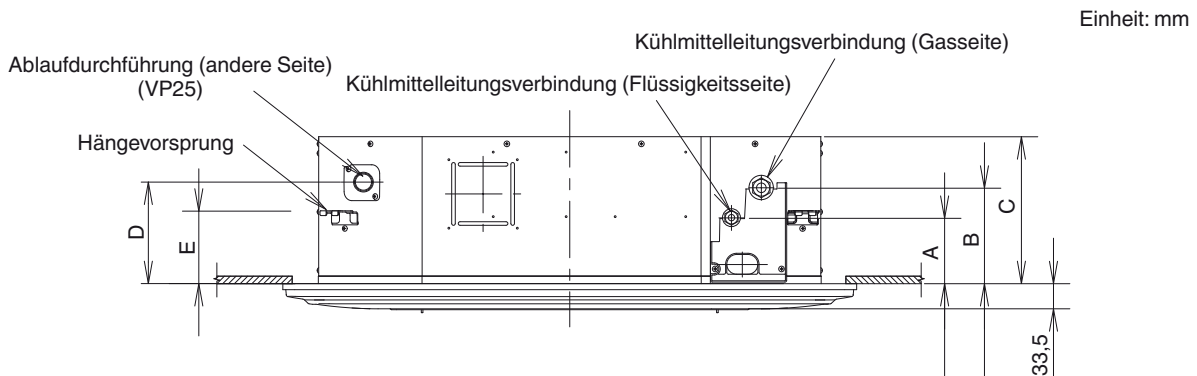

Abb. 3-3
- (3) Den Hängeankerabstand unter Verwendung des Originalmaßstab-Installationsdiagramms bestimmen. Zeichnung und Tabelle (Abb. 3-3 und Tabelle 3-2) zeigen die Beziehung zwischen den Positionen von Aufhängungsteilen, Einheit und Verkleidung. Eine Mutter (im Fachhandel erhältlich) und Unterlegscheibe (mitgeliefert) an der oberen und unteren Position des Hängevorsprungs verwenden.